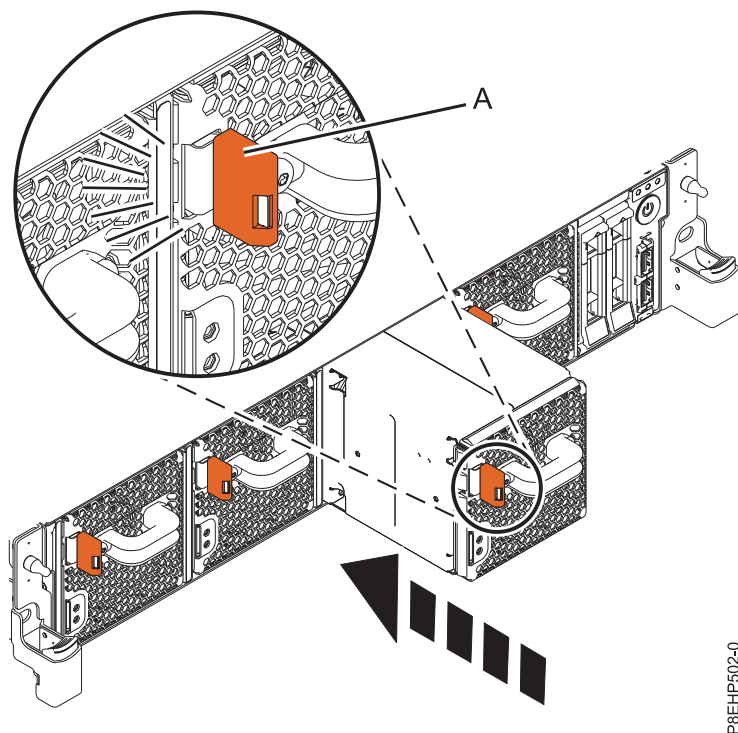

Figure 58. Remise en place d'un ventilateur dans le système
2. Tout en soutenant d'une main le ventilateur par le dessous, alignez-le sur son logement et faites-le coulisser dans le système jusqu'à enclenchement du loquet ocre (A), comme illustré figure 58, à la page 50